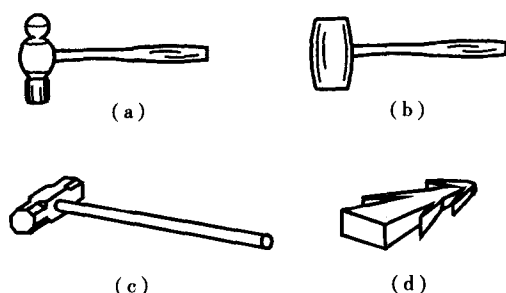

图 1-3 常用手锤种类
(1) 手锤是日常工作中不可缺少的一种工具, 见图 1-3。